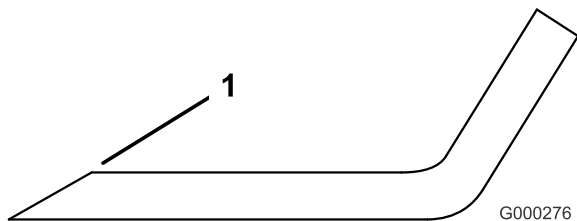

Figure 82
1. Au moyen d'une lime, aiguissez les tranchants aux deux extrémités de la lame (Figure 82).